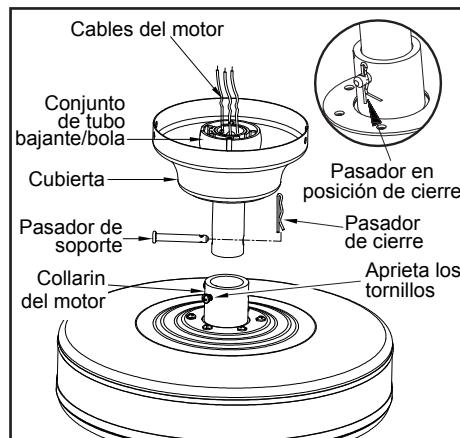

Figura 6
3. Asegúrate de que las ranuras queden en la parte superior. Inserta los cables a través de la cubierta y enseguida a través del conjunto del tubo bajante y esfera. (Figura 6)
5. Alinea los orificios en la parte inferior del tubo bajante con aquellos del collarín en la parte superior de la carcasa de motor. (Figura 6) Inserta con cuidado el pasador de soporte a través de los orificios del collarín y del tubo bajante. Ten cuidado de no apretar contra el cableado dentro del tubo bajante. Inserta el pasador de cierre en el orificio cercano al extremo del perno hasta que encaje en su posición, como se muestra en el círculo de la Figura 6.
Este ventilador se envía de fábrica con el interruptor de reversa en posición de circular el aire hacia abajo. Si deseas flujo de aire en sentido contrario, apaga el ventilador y espera a que las aspas se detengan. Enseguida desliza el interruptor de reversa (ubicado sobre la carcasa del interruptor; consulta la figura 6 en la página 4) a la posición opuesta y vuelve a encender el ventilador. Las aspas del ventilador girarán en sentido contrario e invertirán el flujo del aire.